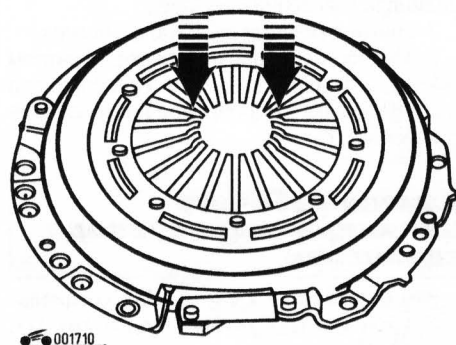

Рис. 5.7. Места проверки диафрагменной пружины на износ
1. Проверьте состояние нажимного диска сцепления. Следы выработки на концах диафрагменной пружины не должны превышать 0,3 мм (рис. 5.7).